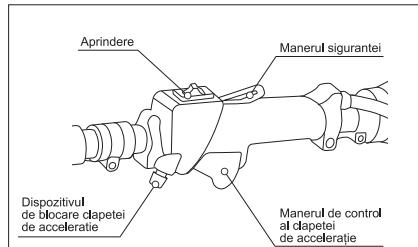

fig. 10
5. Poziționați intrerupătorul de aprindere, amplasat pe maneta de control, în poziția ON/1. Apăsând pe mânerul siguranței, apăsați mânerul clapetei de accelerație (mânerul de accelerație) și blocați-l în poziție apăsată cu ajutorul dispozitivului de blocare (fig. 10).
1. Opreți aprinderea cu ajutorul întrerupătorului poziționat pe mânerul de control (fig. 10).
2. Apăsând pe mânerul siguranței, apăsați mânerul clapetei de acceleratie (mânerul de acceleratie) și blocați-l în poziție apăsată cu ajutorul dispozitivului de blocare (fig. 10).